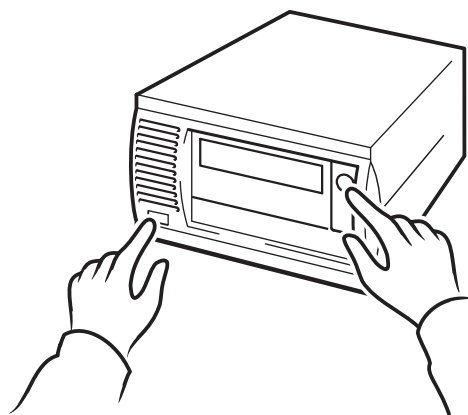
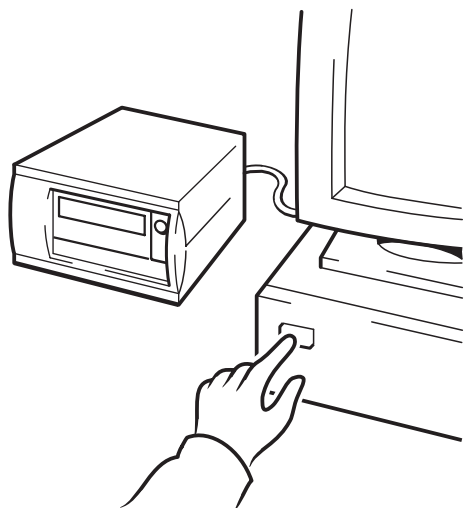

图 10b: 使用 HP OBDR, 第二步
图 10c: 使用 HP OBDR, 第三步
- 2 按住弹出按钮，打开您的磁带机电源（见图 10b）然后打开服务器电源（见图 10c）。此操作会激活 HP 单按钮灾难恢复过程。在执行 OBDR 顺序过程中，当前面板上的“Ready”（就绪）指示灯闪烁时，请立即松开按钮。这是一个重复模式：闪烁 - 稳定发亮 - 闪烁。